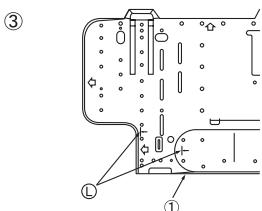

Fig. 3-7
- ③ Nel caso in cui il tubo a cartella sia incastrato in anticipo nella parete: (Fig. 3-7)
- ① Attrezzatura di montaggio sulla parete